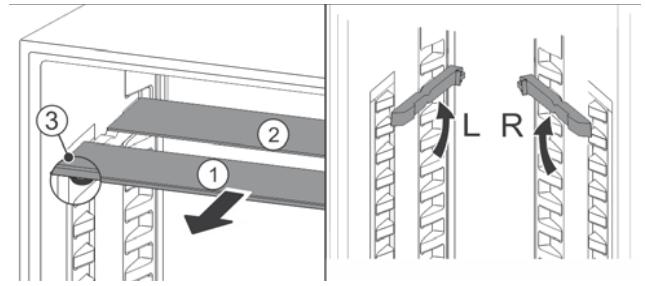

Fig. 18
- По одной извлеките Fig. 18 (1) стеклянные панели движением вперед.
- Стеклянная панель Fig. 18 (1) с декоративной планкой лежит спереди.
- Стопоры Fig. 18 (3) показывают вниз.